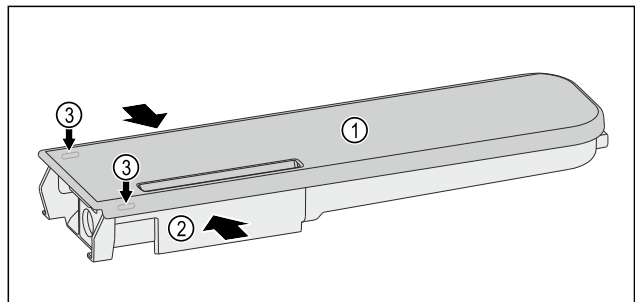

Fig. 189
- ▶ Presser le réservoir d'eau *Fig. 189 (2)* et faire levier pour lever précautionneusement le couvercle *Fig. 189 (1)* par les ergots *Fig. 189 (3)*.
- ▶ Faire légèrement bouger le couvercle *Fig. 189 (1)* de l'avant vers l'arrière puis le retirer par le haut.